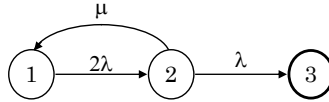

Abbildung 6: Übergänge identischer Komponenten zusammenfassen
z.B: die Differentialgleichungen aus Abbildung 6: